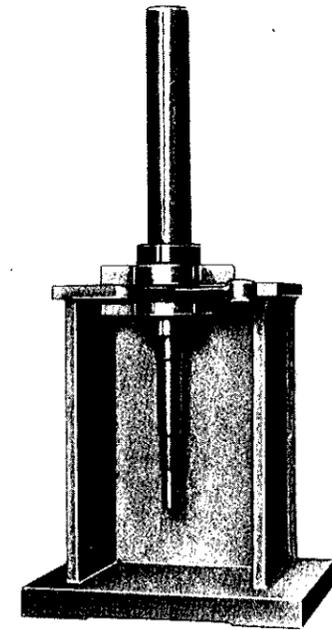

Bild 22. Ringrillenlager erhitzen und auf Kurbelwelle aufziehen
1. Beide Ringrillenlager im Ölbad erhitzen und auf Kurbelwelle aufziehen (Bild 22).